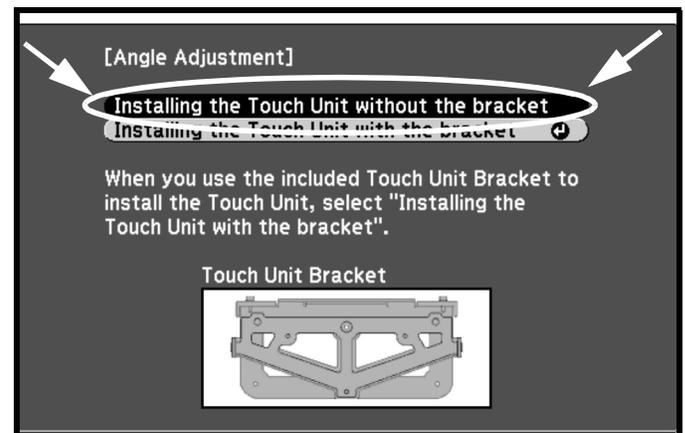

Figure 36
5. Sélectionnez **Installer l'unité tactile sans le support**. (Voir figure 36)
**REMARQUE :** Le support inclus avec le projecteur (et montré sur la Figure 36) ne SERA PAS utilisé.